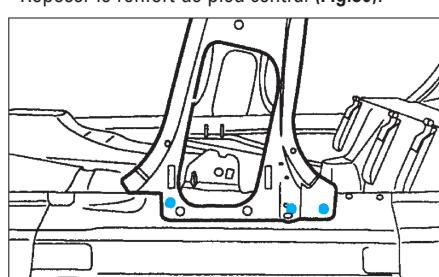

FIG. 80
- Reposer le renfort de pied central (Fig.80).